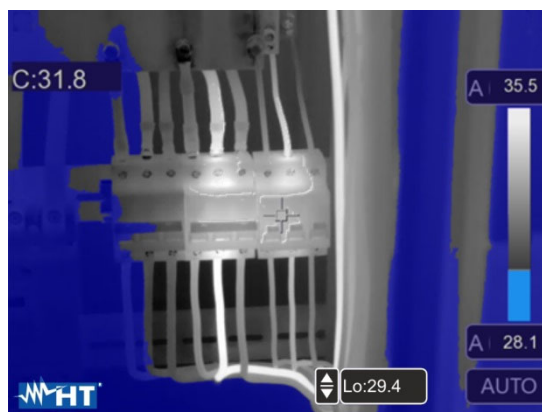

Abb. 38: Auswahl Isothermen-Linie Alarm niedrige Temp.
7. Berühren Sie das Feld “Lo” im unteren Teil des Displays und stellen Sie mit den Pfeiltasten ▲ oder ▼ den Wert der **minimalen** Temperaturschwelle ein, unter der das Gerät die Bildpunkte in Blau und die verbleibenden Punkte in Grau anzeigt (siehe Abb. 38).